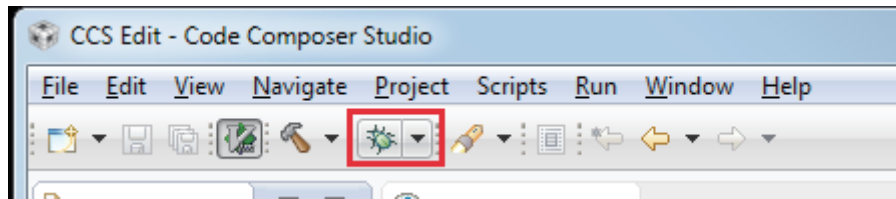

图 105: 调试按钮
- (a) 点击调试 (debug) 按钮 (见图 105)。